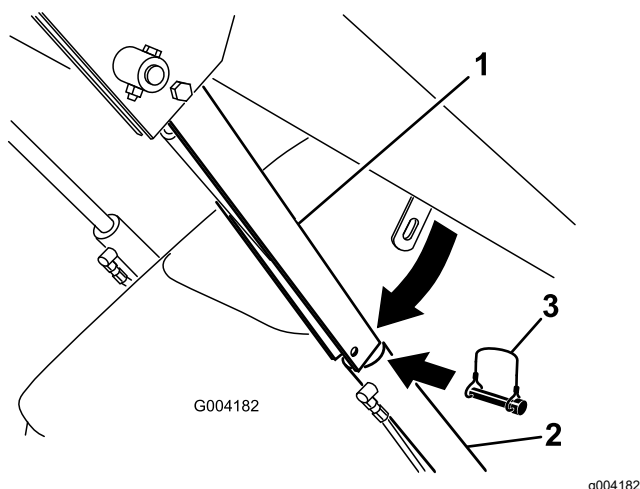

Figura 23
4. Retire o pino de sujeição que fixa o bloqueio do cilindro ao braço do carregador (Figura 23).
5. Baixe o bloqueio do cilindro sobre a haste do cilindro e prenda-o com o pino de sujeição (Figura 23).